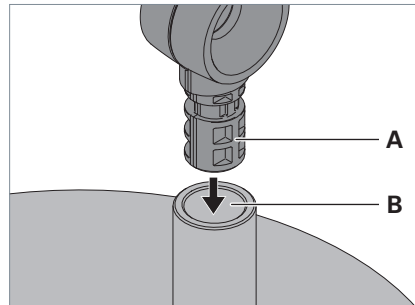

Fig. 2: Leuchte an Standfuß montieren.
- ▶ Stecken Sie den Zapfen **A** am Gestänge der Leuchte in die Öffnung **B** des Standfußes, siehe Fig. 2.